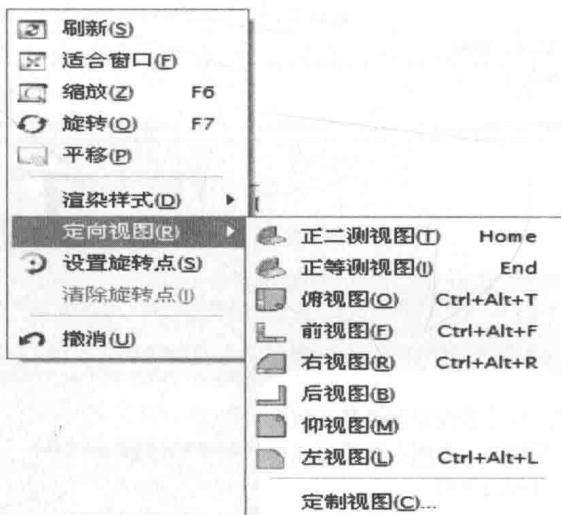

图 1-6 “定向视图”级联菜单
(2)鼠标指针放置在绘图区域空白处,弹出的鼠标右键菜单与视图相关,如图 1-6 所示。